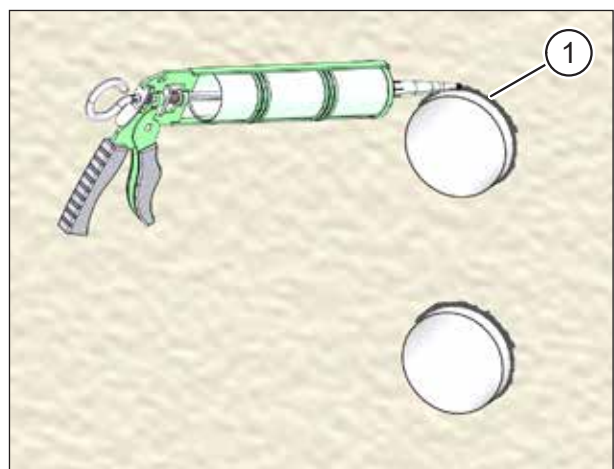

Abb. 36: Lüftungsrohre an der Außenwand abdichten
- ▶ Fasen Sie beide Rohrdurchbruchkanten (Pos. 1 in Abb. 36) mit ca. 5 x 45° ab, um einen Freiraum für die Dichtungsfugen mit dauerelastischem Dichtstoff zu schaffen.